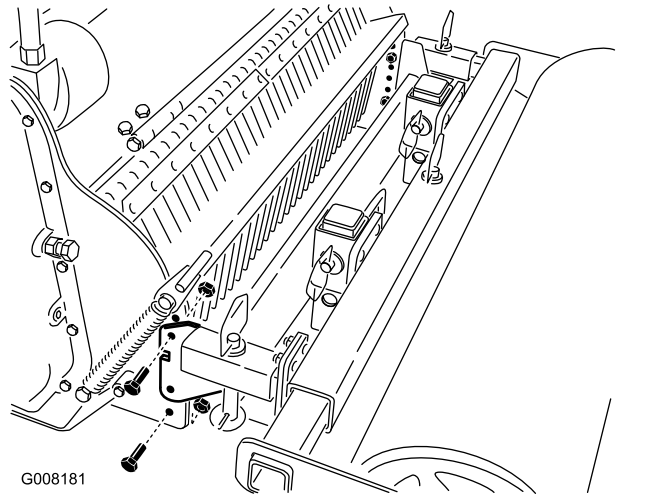

Bild 6
2. Entfernen Sie die Schrauben, mit denen die Arme des Bodenaufbereiter befestigt sind (Bild 6).
3. Bewegen Sie die Arme auf die Löcher, die der gewünschten Tiefe entsprechen (Bild 6).